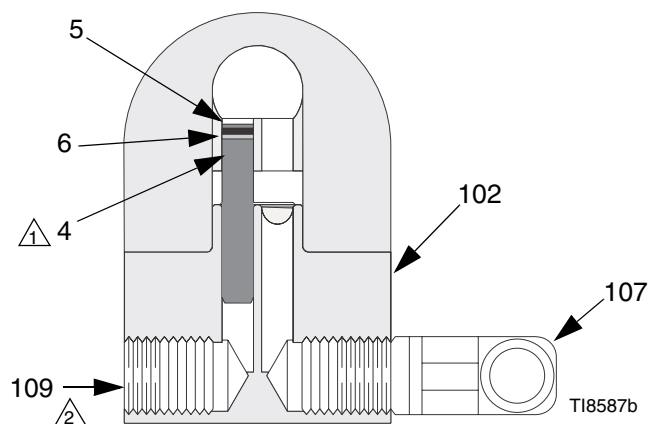

FIG. 1 : Anpassning för icke återcirkulerande (genomskäring)
Pistolen levereras med en invändig vätskeplugg (4). Se FIG. 1. Ta bort pluggen om pistolen ska användas i ett återcirkulerande system. Låt pluggen sitta kvar i ett icke återcirkulerande system så minimeras renspolningstiden.
1. Stryk gängtätning 222955 på gängorna och tätningsytorna på fördelningsröret (102), pluggen (109) och rörvinkeln (107) som levereras omonterade.
2. Montera en rörvinkel (107) i ena vätskeanslutningen på fördelningsröret (102) och en plugg (109) i den andra anslutningen.
3. Sätt i den invändiga pluggen (4) i anslutningen på samma sida som pluggen i fördelningsröret.
4. Anslut vätskematningen till rörvinkeln (107). Se FIG. 1.
5. Montera pistolen på fördelningsröret med de fyra skruvarna (14). Skruva först i skruvarna löst. Dra sedan åt de främre skruvarna först och sedan de två bakre. Dra åt alla skruvarna jämnt till moment 7,3 N•m.